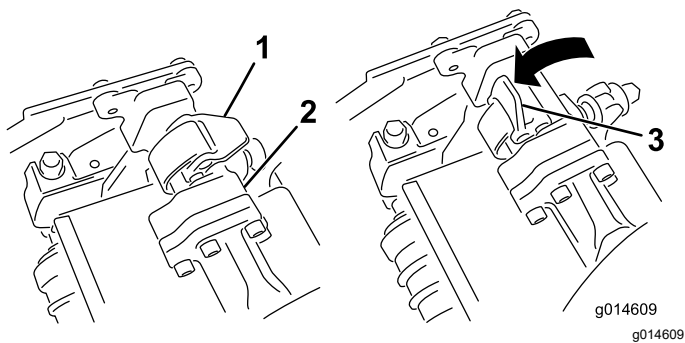

Figure 47
3. Les verrous de la barre du bras de suspension étant orientés en haut (c.-à-d. ouverts) (Figure 47), poussez le bras de suspension vers le bas pour engager la barre sur la barre transversale au sommet de l'unité de coupe (Figure 48).
4. Fermez les verrous autour de la barre de l'unité de coupe et bloquez-les en place (Figure 47).
4. Ouvrez les verrous sur la barre du bras de suspension de l'unité de coupe que vous voulez déposer (Figure 47).